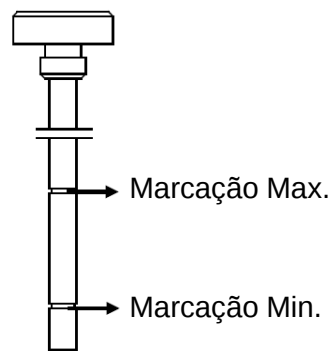

Figura 3-2 Nível do óleo hidráulico no tanque de óleo da direção
- 2) Verifique o nível do óleo no tanque de óleo da direção com a vareta, como mostrado na Figura 3-2. Quando o nível do óleo estiver abaixo da marcação Min., adicione óleo hidráulico até que ele fique entre as marcações Max. e Min.